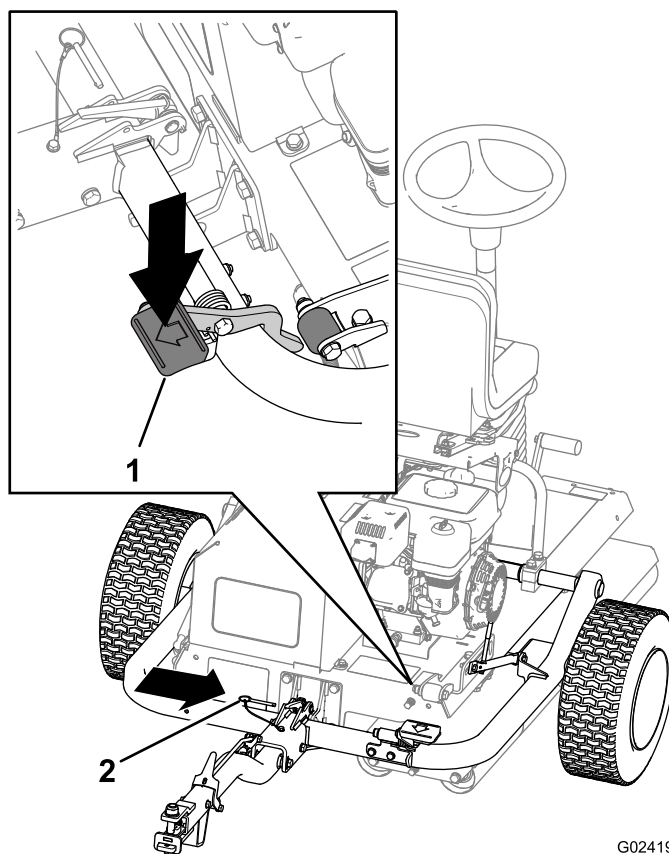

図 27
- C. ヒッチペダルを踏んで、ヒッチをロックする 図 27。
- D. ロッキングピンを入れる 図 27。